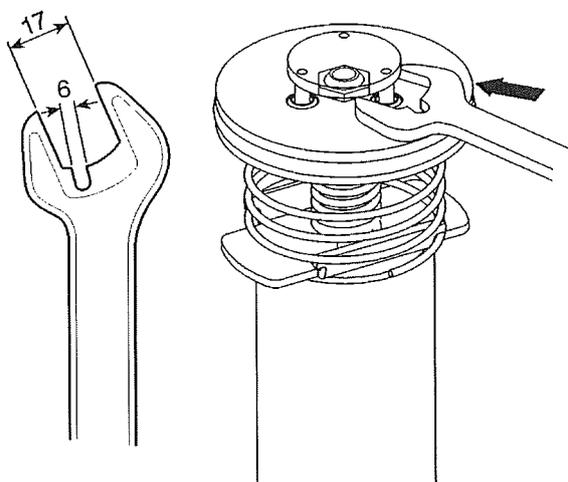

Fig. 9
2. Check the upper spring (3) and the spring stop (4) inside the air motor dolly (1). Replace in case of damage.
3. Dismount the lower circlip (20) and muffler (19) and washer (18) and pull up the inverting set until the hole in pump piston (10) gets visible in the opening where the muffler was dismantled. Introduce a steel rod (8 mm) in the hole to lock the piston.
4. Use a prepared 17 mm wrench (see fig. 9) to disassemble the inverting set (5).
2. Verifique el muelle superior (3) y el tope muelle (4) en la cazoleta. Sustituya en caso de deterioro.
3. Desmonte el anillo de seguridad inferior (20) y el silenciador (19) y arandela (18), tire el conjunto inversor hacia arriba hasta que el agujero en el vástago (10) quede visible en la apertura donde el silenciador fue quitado. Introduzca una varilla acerada (8mm) en el agujero del pistón para bloquear el mismo.
4. Desenrosque el conjunto inversor (5) con una llave fija de 17 mm preparada (fig. 9).
2. Procéder au contrôle du ressort supérieur (3) ainsi que de la butée de ce dernier (4) qui se trouvent dans la cassolette. Remplacer ces pièces si nécessaire.
3. Démontez l'anneau de sécurité (20) inférieur et le silencieux (19) et rondelles (18), et tirer l'ensemble inverseur vers le haut jusqu'à ce que l'orifice du piston (10) soit visible et ce, au niveau où le silencieux a été enlevé. Introduire une baguette en acier (8 mm) dans l'orifice du piston pour bloquer ce dernier.
4. Desserrer l'ensemble inverseur (5) à l'aide d'une clé fixe de 17 mm (voir fig. 9).
2. Die obere Feder (3) und die Federhalterung (4) innerhalb des Deckels überprüfen. Falls beschädigt, ersetzen.
3. Die untere Feder (20) und den Dämpfer (19) entfernen und Lagerscheiben (18) den Umkehrschalter soweit herausziehen, bis die Öffnung im Pumpkolben (10) auf der Höhe des entfernten Schalldämpfers sichtbar wird. Eine 8mm-Stahlstange in dieses Loch einführen, um den Kolben zu blockieren.
4. Mit einem vorbereiteten 17mm-Schraubenschlüssel (Bild 9), wird der Umkehrschalter (5) abgeschraubt.